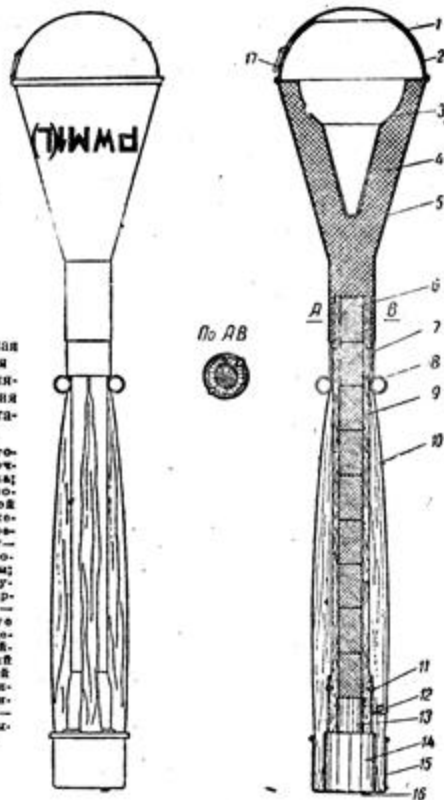

Рис. 23. Ручная противотанковая граната кумулятивного действия с матерчатым стабилизатором:
Ручная противотанковая граната кумулятивного действия с матерчатым стабилизатором (рис. 23) по способу получения взрыва относится к гранатам ударного действия и предназначена для поражения танков всех типов и других бронированных целей.
2. Обхватить левой рукой рукоятку 9 (см. рис. 23) гранаты ниже наружного предохранительного колпака 15. Правой рукой отогнуть металлический язычок 16, окрашенный в красный цвет, после чего снять предохранительные колпаки 14 и 15, скрепленные между собой. При этом не отпускать проволочные пружины перьев матерчатого стабилизатора.